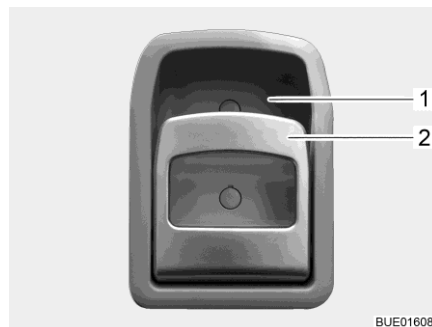

Bild 73 Dörrlås (ingångsdörr insida)
- Drag i handtaget (Bild 73,2). Dörrlåset låses upp respektive öppnas.
- Tryck handtagets (Bild 73,2) övre del i riktning mot greppkåpan (Bild 73,1). Dörrlåset låses.